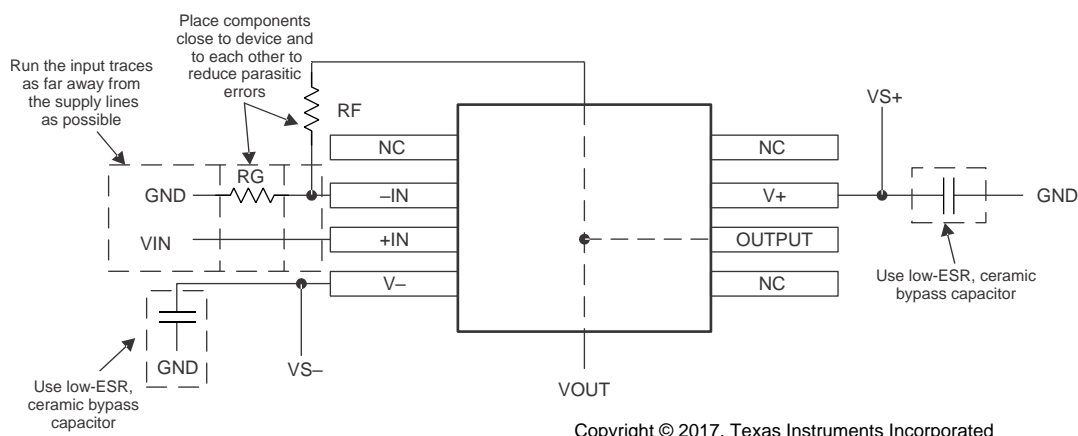

图 33. 布局建议
- 外部元件尽可能靠近器件放置。如图 33 所示，使 RF 和 RG 靠近反相输入可最大限度减小寄生电容。